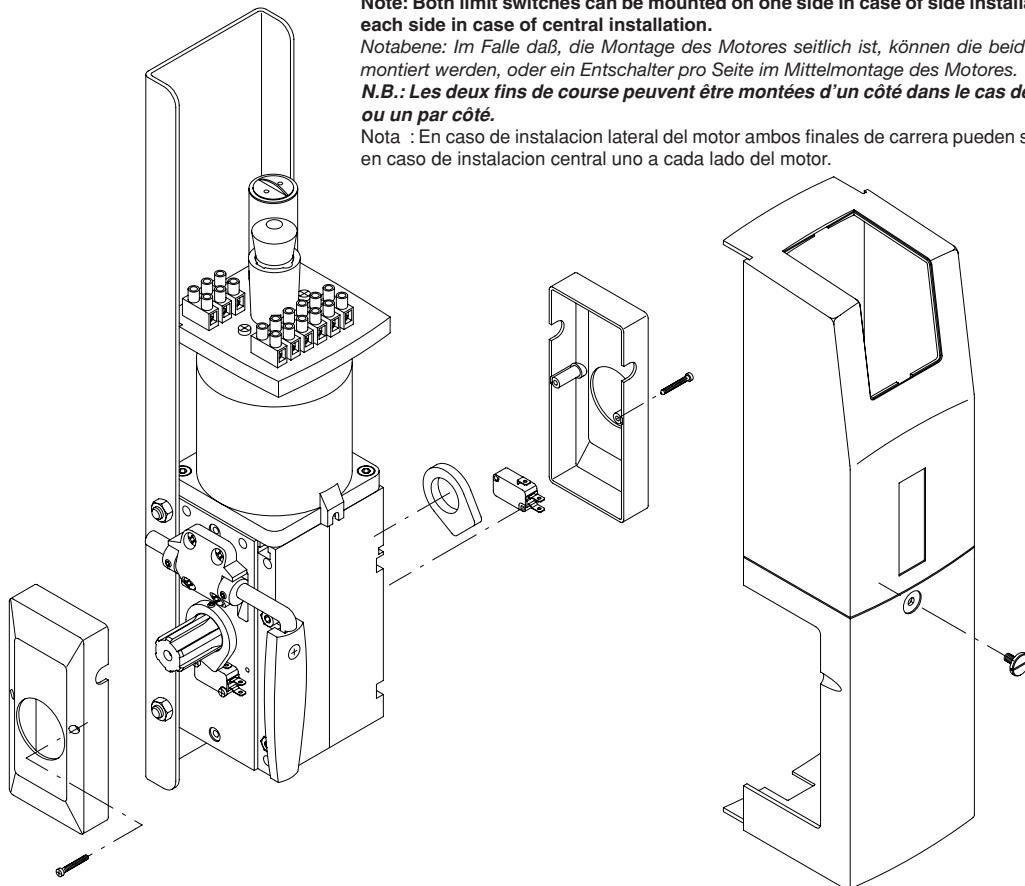

Fig.17
8. Regolazione dei finecorsa (fig. 17)
8. Limit stops adjustment (fig. 17)
8. Einstellung der Endschalter (Bild 17)
8. Réglage des fins de course (fig. 17)
8. Regulación de los fines de carrera (fig. 17)